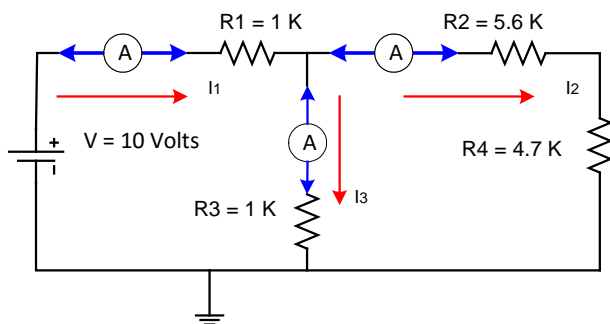

Figura 2
Paso 2. Arme el circuito indicado en la Figura 2, y lleve a cabo las mediciones indicadas en la Tabla 2.